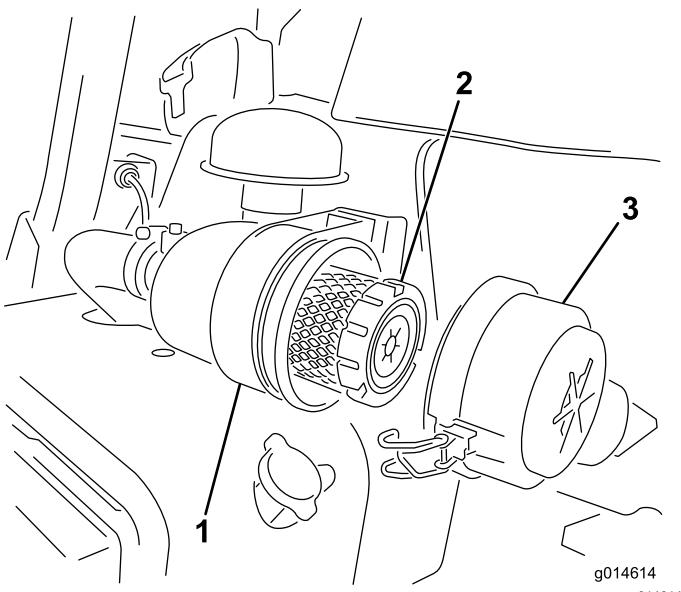

Bild 32
1. Lösen Sie die Riegel, mit denen die Abdeckung des Luftfilters am Luftfiltergehäuse befestigt ist (Bild 32).
7. Befestigen Sie die Laschen (Bild 32).